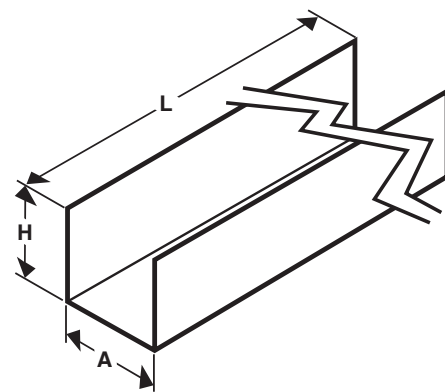

Figura 10A: Caja en forma de U
5. Usando el material del lugar, fabrique una caja en forma de U de 6.5" de ancho por 6" de alto (medidas internas). Ver la figura 10A.
- Con material de campo, fabrique una caja en forma de U de 6.5" de ancho por 6" de alto (medidas internas). Ver la figura 10A.
5. Con material de campo, fabrique una caja en forma de U de 6.5" de ancho por 6" de alto (medidas internas). Ver la figura 10A.